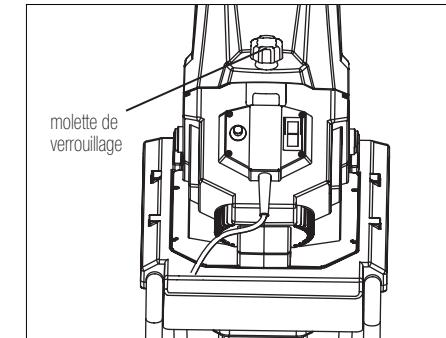

Fig. 4
2. Assurez-vous que le bouton de blocage et la molette de verrouillage (fig. 4) sont en position de verrouillage avant d'utiliser l'appareil.